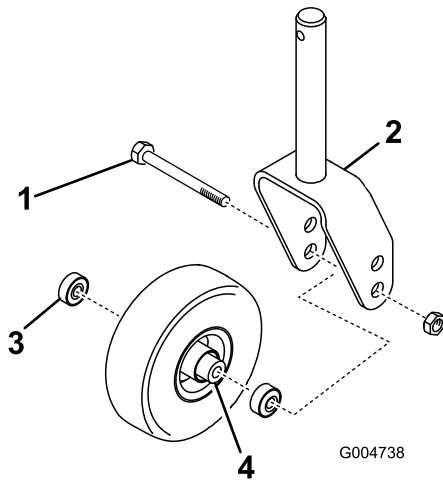

Figure 24
1. Enlevez le contre-écrou du boulon qui fixe la roue pivotante à la chape (Figure 24).
3. Enlevez le roulement du moyeu de la roue et laissez tomber la douille d'écartement à l'extérieur (Figure 24).